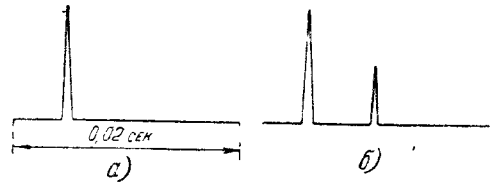

Рис. 2
отражений между слоями и землей (4). Сигналы с приемника подаются в катушки катодно-лучевой трубки (кинескоп) и заставляют пучок отклоняться. Если другая пара катушек будет питаться переменным током (или током релаксационного генератора) с частотой 50 ц/сек, то в случае прямого сигнала на экране кинескопа получится картина, изображенная на рис. 2а. В случае наличия эха получим картину, изображенную на рис. 2б.